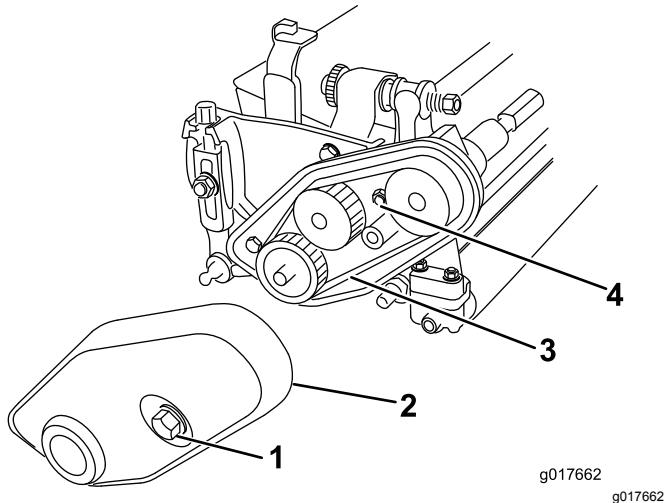

Figura 4
1. Allentate il bullone prigioniero fissando il copricinghia all'estremità sinistra dell'apparato di taglio fino a quando non riuscite a rimuovere il coperchio (Figura 4).
2. Allentate il dado tendicinghia e togliete la cinghia (Figura 4).